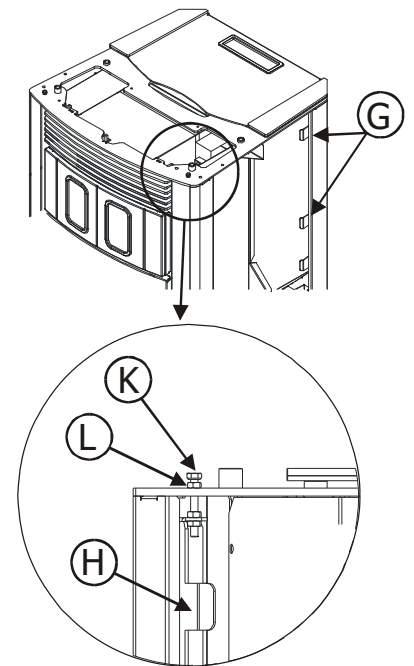

Figura 5 – Vista di fianco del sistema di fissaggio ceramiche laterali
1. Ruotare la vite **K** in modo da portare l'asta **H** a contatto con la struttura. *Figura 5 - fase 1*
Legenda Figura 5 e 6